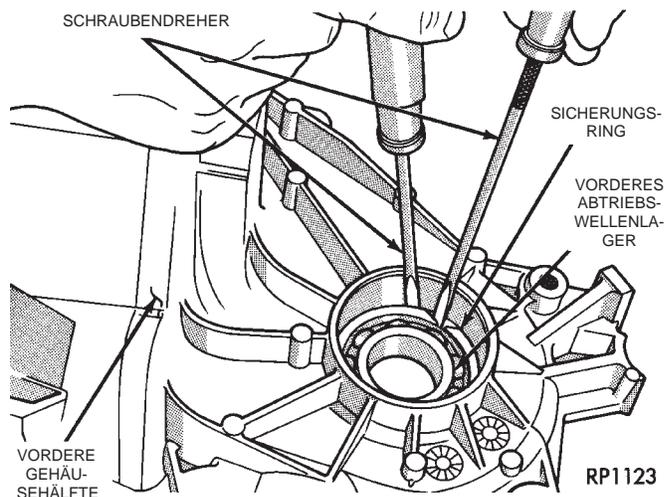

Abb. 41 Sicherungsring des vorderen Abtriebswellenlagers ausbauen
(2) Den Sicherungsring des vorderen Abtriebswellenlagers mit einem Schraubendreher ausheben (Abb. 41).